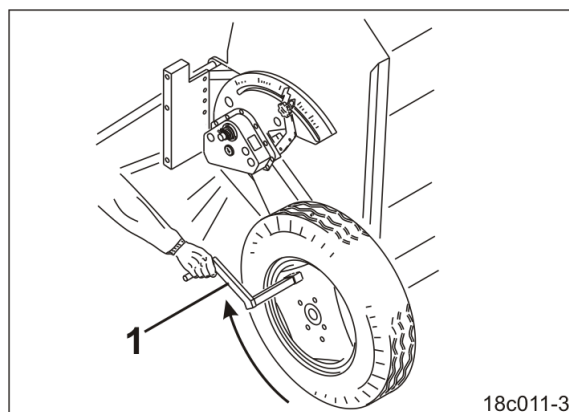

Fig. 158
- 9.3 Sæt kalibreringshåndsvinget (Fig. 158/1) i firkanttrøret på det højre hjul.